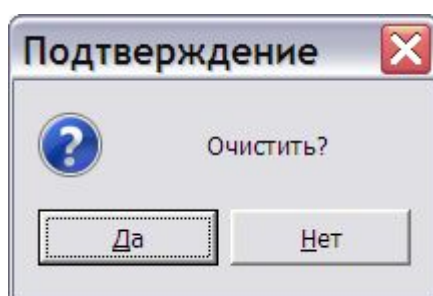

Рис. 8.139
2. После этого появится окно с запросом (Рис. 8.139).